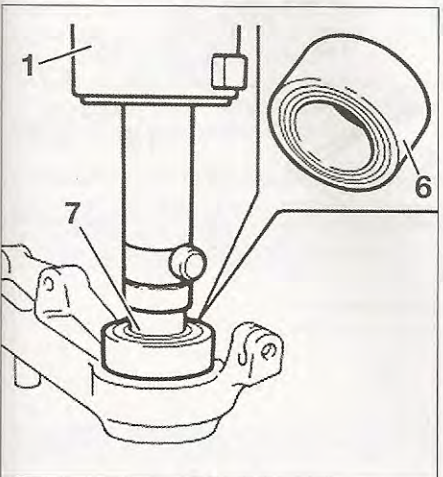

FIG. 16
- Colocar la mangueta en la prensa e introducir el rodamiento nuevo (6) con un distanciador (7) de diámetro correspondiente (fig. 16).